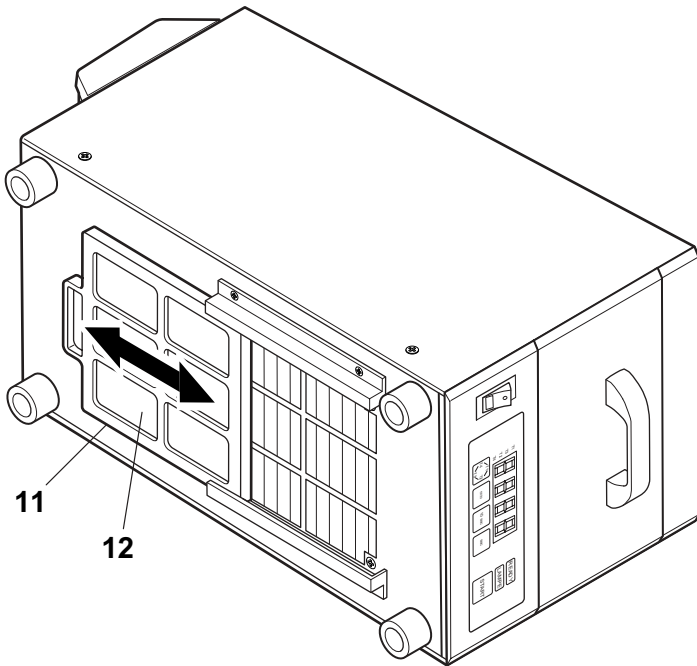

Fig. 6
- Gerät auf die Seite legen (Fig. 6 , Seite 12)
- Filterhalter (11) nach hinten herausziehen
- Staubfilter (12) entnehmen und reinigen (ausblasen) oder auswechseln.